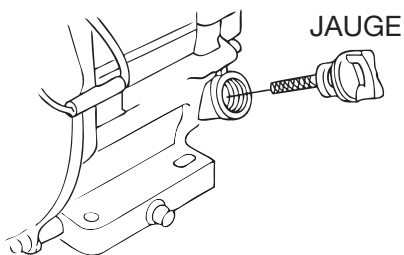

Figure 4. Jauge d'huile de moteur (Enlèvement)
2. Retirer la jauge de remplissage de l'orifice de remplissage d'huile de moteur (Figure 4) et l'essuyer.